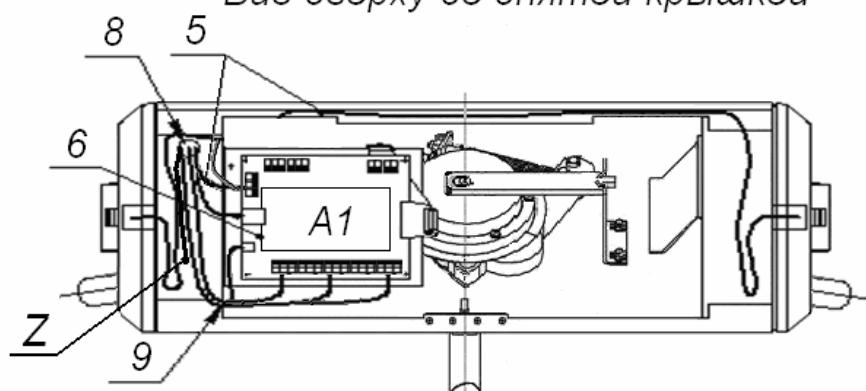

Рисунок 10. Схема прокладки кабелей в стойке ЭП
6. Подготовьте в полу отверстия под гильзы анкеров для крепления стойки ЭП. Установку и крепление стойки производите после прокладки всех кабелей в кабельном канале и внутри стойки. Схема прокладки кабелей в стойке и места расположения отверстий, в которые следует установить изоляционные втулки из комплекта поставки, показаны на рис. 10.
8. Снимите крышку стойки ЭП (3), открыв ключом замок (4) (см. разд. 6).
9. Протяните кабели внутри стойки. Рекомендуемое расположение кабелей при прокладке внутри стойки показано на рис. 10.
13. Выполните заземление стойки ЭП в соответствии с требованиями ПУЭ («Правила устройства электроустановок»). Контакт заземления **Z** находится под крышкой стойки (3), слева от платы контроллера (см. рис. 10).